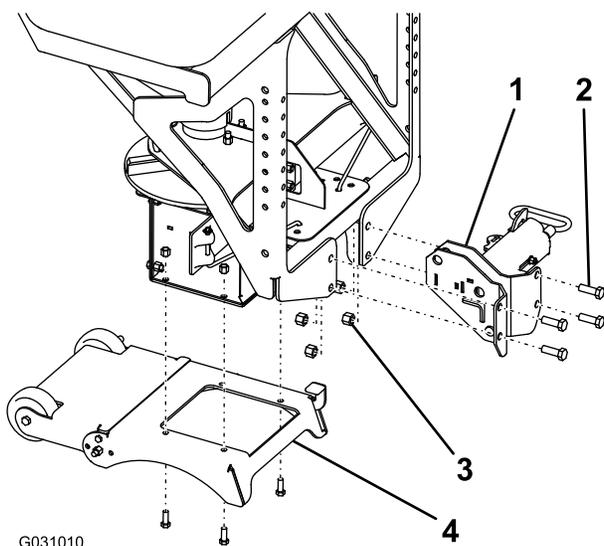

Figure 8
- Montez la fixation RT3 sur l'épandeur à l'aide de 4 boulons (1/2 po) et de 4 contre-écrous (1/2 po), puis serrez les boulons à 76 N m (Figure 8).
- Montez le pied de support sur l'épandeur à l'aide des 4 boulons (3/8 po) et des 4 contre-écrous (3/8 po) existants, puis serrez les boulons à 27 N m (Figure 8).